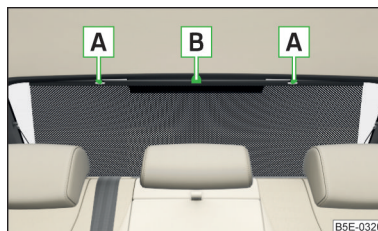

Fig. 60
- Extraiga la cortinilla antisolar enrollable por el tirador **B** » fig. 60 y cuélguela en el soporte **A**.
- Saque la cortinilla antisolar enrollable de los soportes **A** y sosténgala por el tirador **B** » fig. 60 de tal modo que se pueda enrollar lentamente y sin daños en la carcasa sobre la cubierta del maletero.